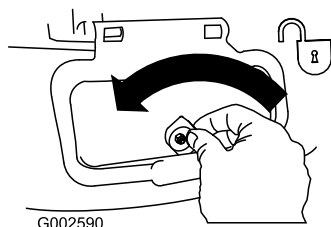

Рисунок 37
1. Разблокируйте боковую выпускную дверцу (Рисунок 37).